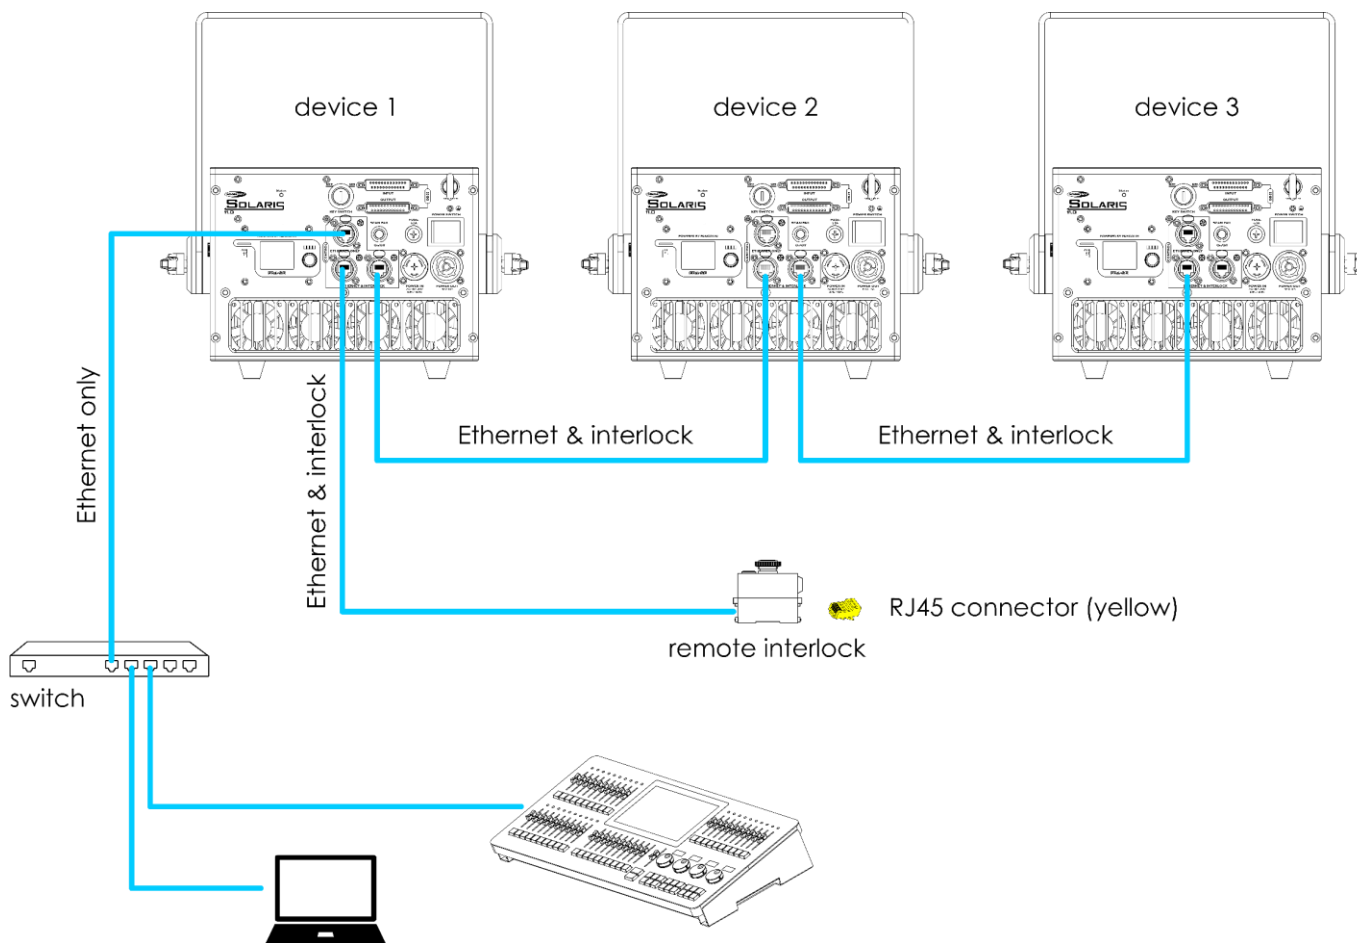

Fig. 14
- 01) Collegare il connettore RJ45 del computer/controller luci al **connettore RJ45 solo Ethernet (12)** del primo dispositivo con un cavo CAT-5/CAT-5E/CAT-6. Per le configurazioni più grandi, è possibile utilizzare uno switch tra il primo dispositivo della configurazione e il computer/controller luci
- 02) Collegare il **connettore RJ45 (33)** dell'interblocco remoto, fornito con il dispositivo, a uno dei **connettori RJ45 Ethernet & interblocco (23)/(24)** del primo dispositivo della configurazione con un cavo CAT-5/CAT-5E/CAT-6.
- 03) Collegare l'altro **connettore RJ45 Ethernet & interblocco (23)/(24)** del primo dispositivo a uno dei **connettori RJ45 Ethernet & interblocco (23)/(24)** del secondo dispositivo dell'installazione con un cavo CAT-5/CAT-5E/CAT-6.
- 04) Ripetere il passo 3 per collegare tutti i dispositivi come mostrato nella Fig. 14.
- 05) Inserire il connettore RJ45 (giallo), fornito con il dispositivo, nel **connettore RJ45 (32)** dell'interblocco remoto.